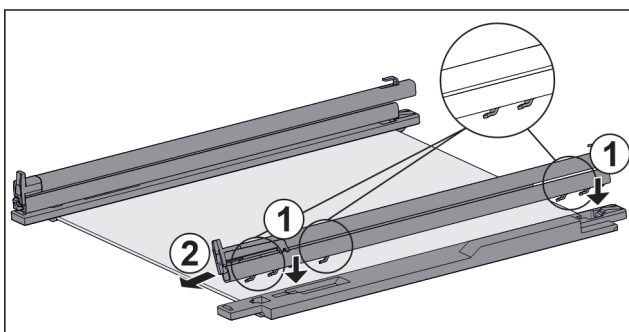

Fig. 121 Steklена plošča z vodili in držalnimi deli
- ▶ Kavelj vodila namestite na odprtine **levega** držalnega dela. Fig. 121 (1)
- ▶ Vodilo potisnite proti sprednji strani. Fig. 121 (2)
- ▶ Kavelj vodila namestite na odprtine **desnega** držalnega dela. Fig. 121 (1)